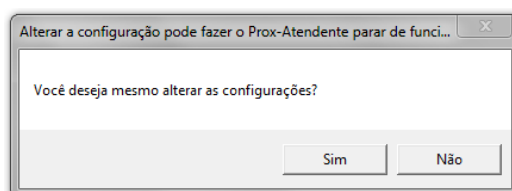

Figura 20 - Confirmação da ação de “Alterar Configuração”.
Passo 2: Clicar em “Alterar Configurações” e confirmar ação na tela da Figura 20.